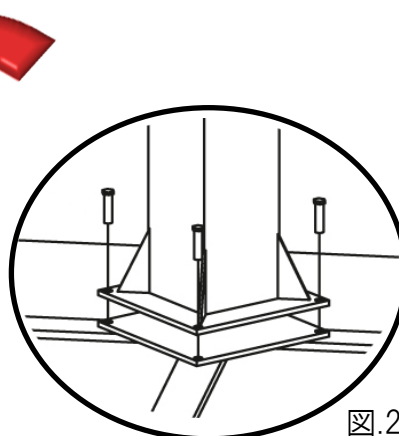

図.2-1
- ① ベース (B) の上に主柱 (C) を置きます。
- ② キャップネジ (a) をワッシャー小 (b) に通して、主柱 (C) に六角レンチ (h) で締めます。(図.2-1)